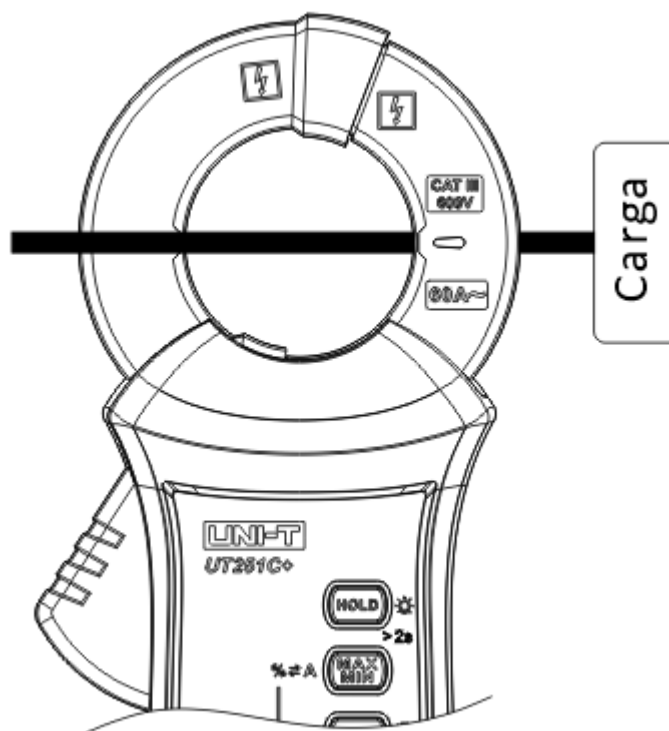

Figura 2-4 Medición de la corriente de fuga de AC para uno de los cables de bucle
- 5) Sujete uno de los cables de bucle y mida su corriente de AC, como se muestra en la Figura 2-4.
2. Medición de armónicos (Figura 2-4)